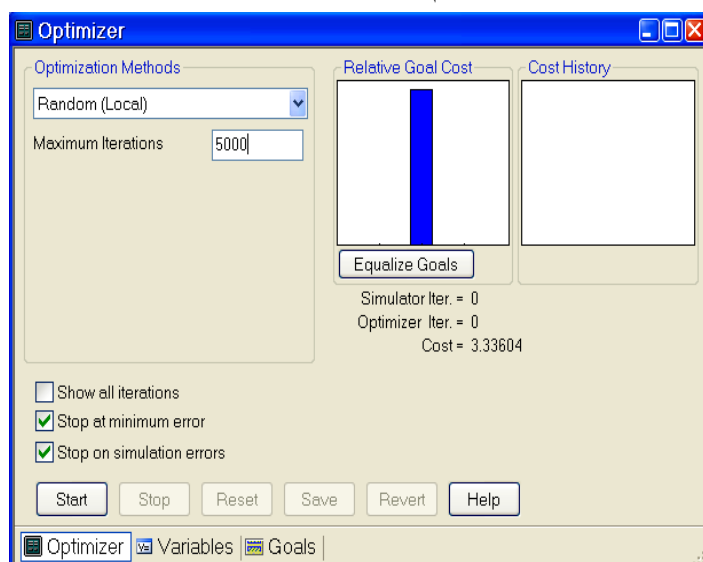

Рис. 3.21
1. Выберите в меню **Simulate>Optimize** (Моделирование > Оптимизация). Откроется диалоговое окно **Optimizer** (рис. 3.21).